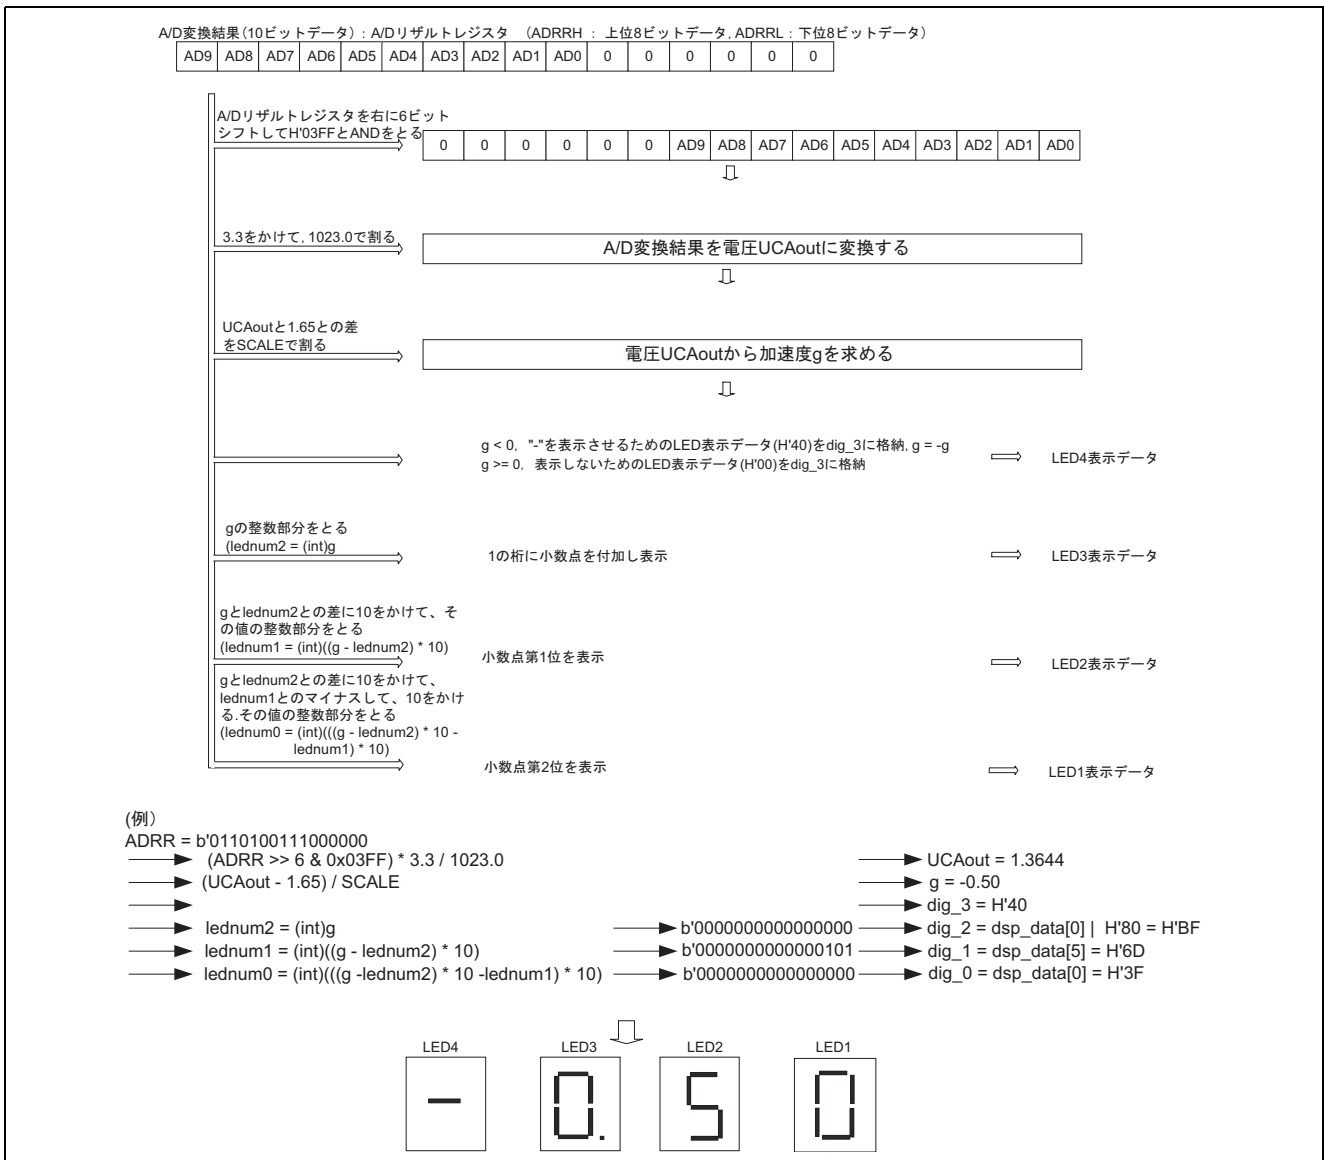

図4 A/D変換結果のLED表示方法
(9) 本タスク例では、小数点第2位までの加速度値(単位:g)を7セグメントLEDに表示させます。図4に加速度値のLED表示方法を示します。